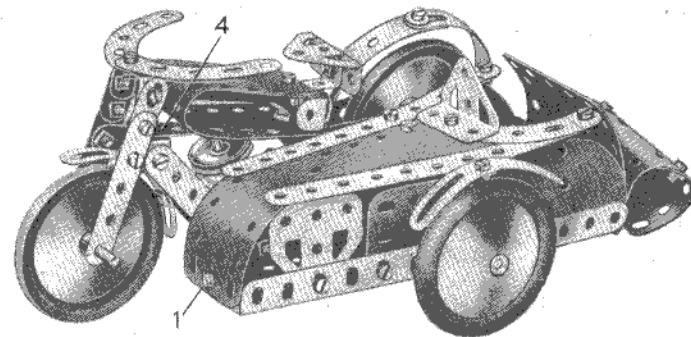

Fig. 4.25a
Le cylindre du moteur consiste en deux poulies de 25 mm, montées sur une tringle de 5 cm dont une des extrémités est passée dans la bande (4) (fig. 4.25a) formant le dessus du châssis. L'autre extrémité de la tringle est fixée entre les deux boulons qui relient les disques au châssis.